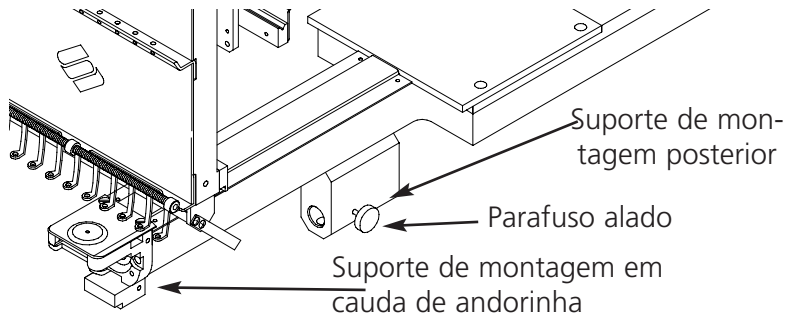

Figura 3-7
4. Por baixo do braço do cilindro, localizar os suportes de montagem do quadro para gorros (ver a figura 3-7):